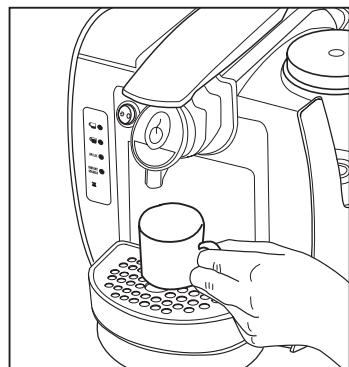

Abb. 5
- Stellen Sie sicher dass keine Kapsel eingesetzt wurde und schalten Sie das Gerät über den Hauptschalter (5) ein.
- Stellen Sie eine große leere Tasse unter die Kaffe-/Tee-/Getränkausgabeöffnung. (**Abb. 5**)